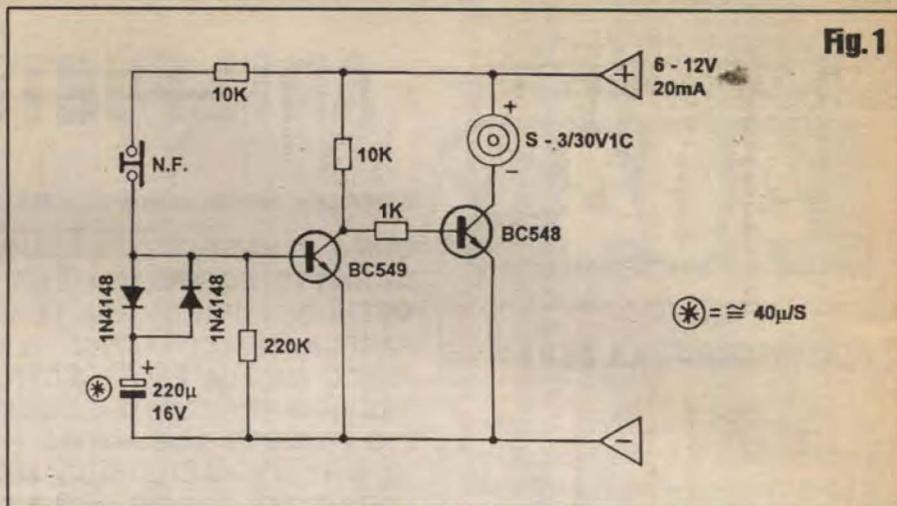

Fig. 1
- FIG. 1 - DIAGRAMA ESQUEMÁTICO DO CIRCUITO - Um arranjo extremamente simples (mas nem por isso menos sensível ou menos eficiente...): com a chave/sensora N.F. em sua condição normal (fechada), ao ser ligada a alimentação do circuito o capacitor eletrolítico de 220u se carrega com relativa rapidez, via resistor de 10K e através de um dos diodos 1N4148 (aquele que está em polarização favorável para o trânsito da corrente até o dito capacitor...). Isso coloca o terminal de base do transistor BC549 sob polarização fortemente positiva... Esse transistor, na mencionado condição, liga, na prática aterrando (negativando) a base do segundo transistor (BC548) através do resistor/limitador de 1K, o qual recolhe o nível de tensão presente no coletor do BC549 (carregado por resistor de 10K). Nessa condição, o BC548 permanece cortado, inibindo a circulação de corrente pelo seu circuito de coletor, onde o sinalizador piezo se encontra... Este, portanto, resta mudo... Quando, porém, o sensor se abre, durante um breve tempo a situação anterior persiste, enquanto o capacitor de 220u se descarrega via diodo 1N4148 em polarização favorável, e também através do resistor de 220K... Decorridos cerca de 5 segundos (com os valores indicados...), a base do BC549 passa a ver nível de tensão muito baixo, inferior ao limite suficiente para manter o dito transistor ligado... Este, então, entra em corte, com o que o BC548 passa a receber em base forte polarização positiva via resistores de 1K e 10K... Este segundo transistor, conseqüentemente, liga, permitindo passagem via coletor) de corrente suficiente para acionar o sinalizador piezo, que então emite seu forte sinal sonoro (a despeito da pequeníssima corrente puxa-